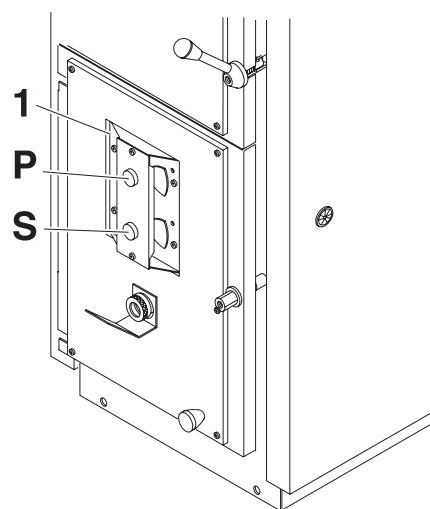

fig. 23
La caldaia FIREX è dotata di un ventilatore di aspirazione dell'aria di combustione (pos. 16 fig. 2), di un gruppo di regolazione dell'aria di combustione (pos. 1 fig. 23) e di regolatori dell'aria primaria (pos. P fig. 23) e secondaria (pos. S fig. 23).